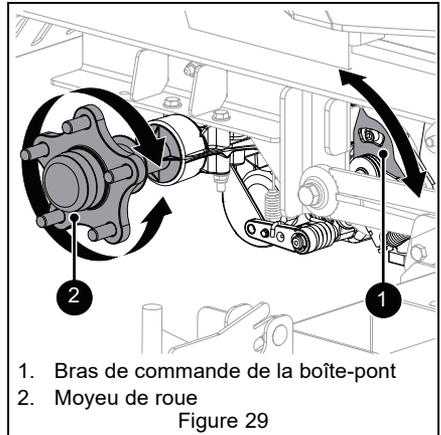

Figure 29
2. Tourner doucement le bras de commande de la boîte-pont dans la direction opposée à la rotation du moyeu jusqu'à ce que celui-ci s'arrête. Voir Figure 29.